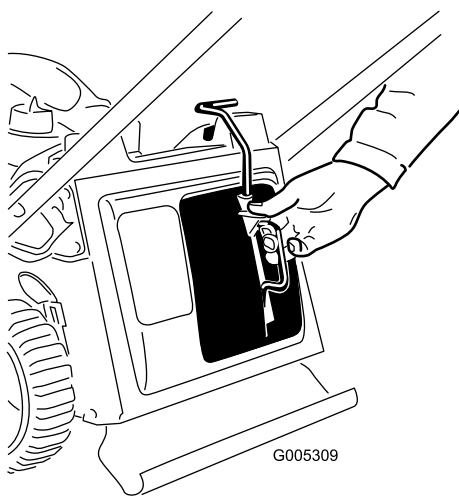
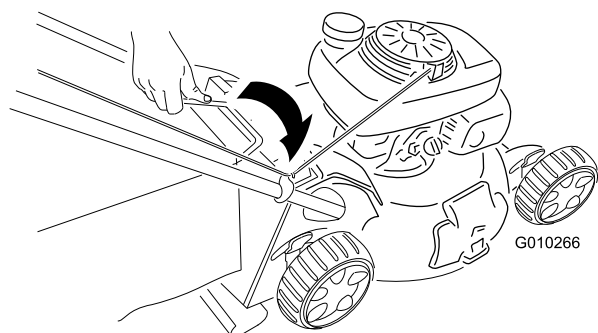

Figura 19
Figura 20
1. Instale el tapón de mulching (Figura 19) o la bolsa de recogida (Figura 20) en la máquina.